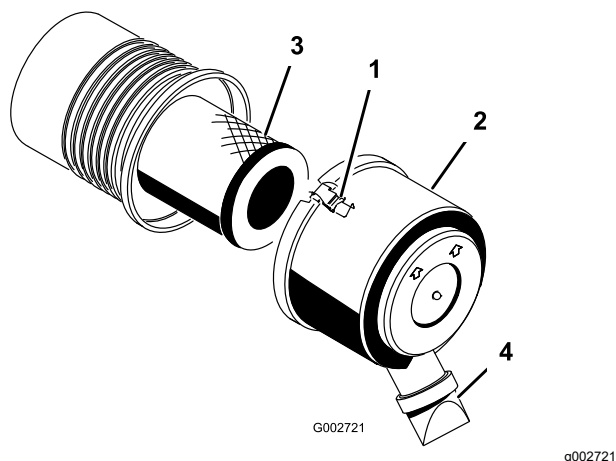

Figura 26
1. Abra los enganches que sujetan la tapa del limpiador de aire a la carcasa del limpiador de aire (Figura 26).